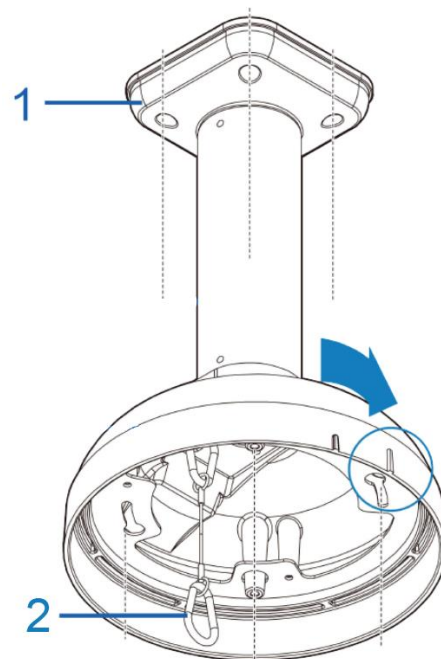

Figura 1
2. Allineare i fori sulla piastra di montaggio con i fori sulla base dell'asta di montaggio (1) (Figura 1) e tenere entrambe a contatto con il soffitto.
5. Fissare il cordino di sicurezza al "gancio" sul coperchio del supporto (2) (Figura 1) e al "gancio" sulla base della telecamera.
4. Fissare il cordino di sicurezza al "gancio" sul coperchio del supporto (1) (Figura 1) e al "gancio" sulla base della telecamera.